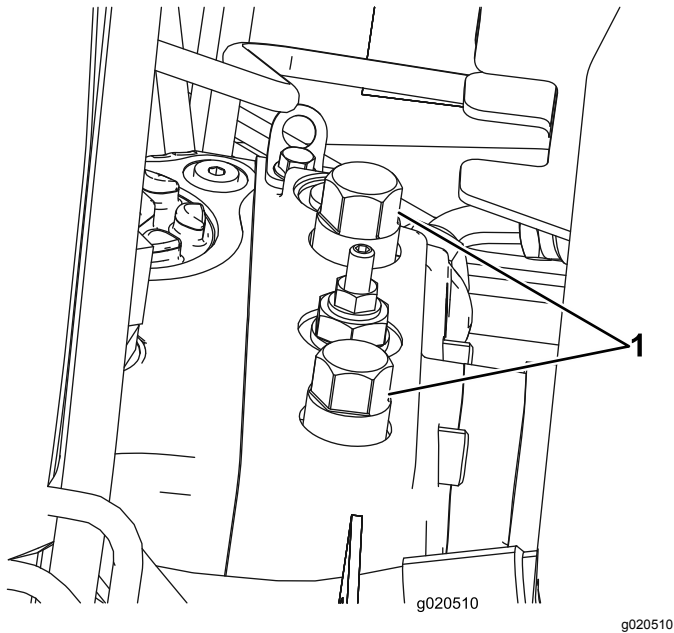

Figura 50
1. Abra o capot e localize as válvulas de distribuição (Figura 50) na parte superior da bomba, por detrás das caixas da bateria/armazenamento.